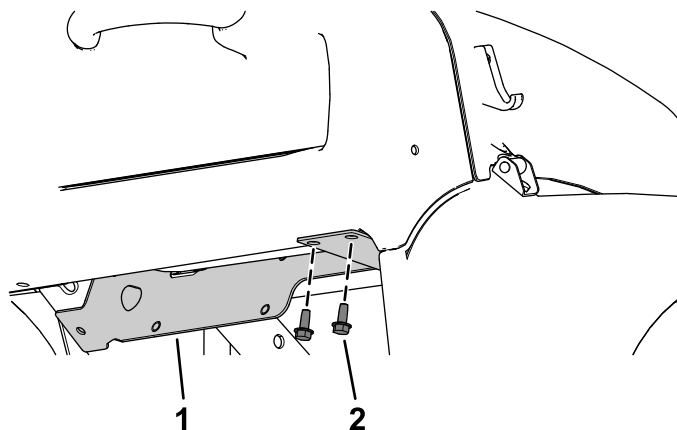

Figura 25
- B. Fissate la parte destra della staffa del riscaldatore al cruscotto con le 2 viti precedentemente rimosse (5/16" x 3/4") come mostrato nella Figura 25.